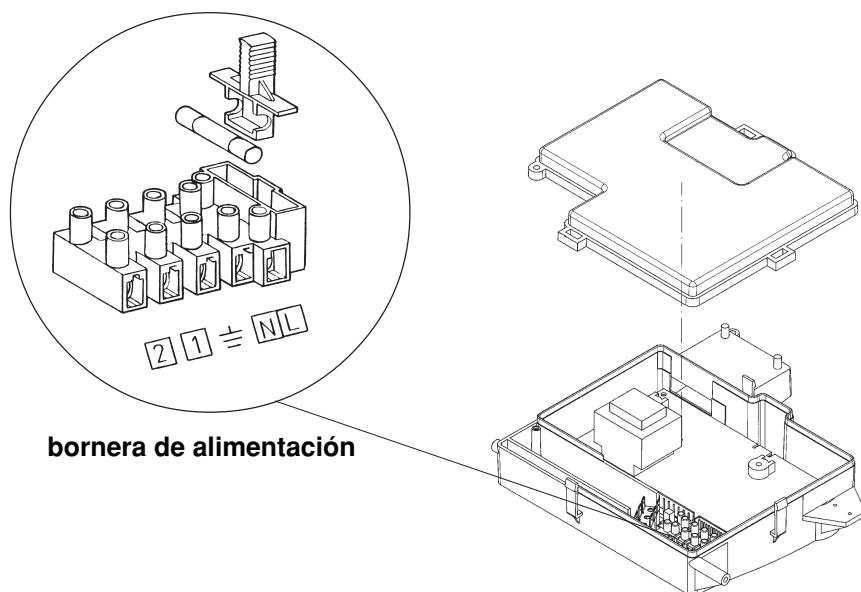

Figura 10
- quite la tapa para acceder a la zona de las conexiones eléctricas (figura 10).
- acceda a la bornera de alimentación (figura 10) como se describe en el capítulo anterior;
- quite el puente entre los bornes (1) y (2);
- Conecte el contacto inversor del programador a los bornes (1) y (3) del mismo conector, quitando el puente.